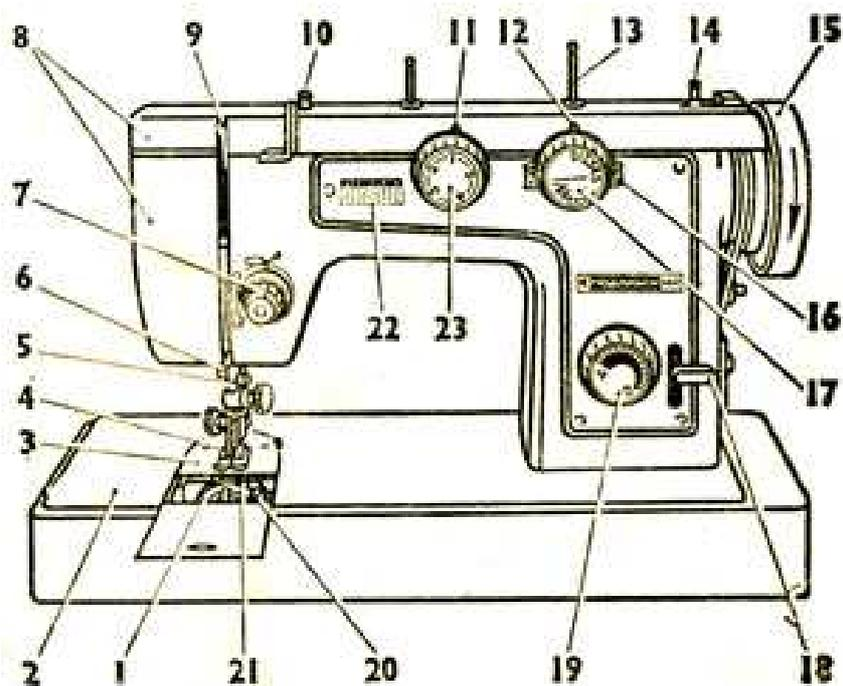

Рис. 7.1. Детали швейной машины:
Элементы управления и составные части швейной машины приведены на рис. 7.1.
1. Поворотом маховика на себя рычаг нитепритягивателя 9 и игловодитель 5 установите в крайнее верхнее положение (см. рис. 7.1).
2. Убедитесь, что плоская сторона колбы на игле повернута в сторону стержня прижимной лапки 4 (см. рис. 7.1).
4. Поставьте катушку с нитками на стержень для катушки 13 (см. рис. 7.1).
6. Откройте задвижную пластину 3 (см. рис. 7.1).
Задание 1. Ознакомьтесь с устройством швейной машины (см. рис. 7.1, записать перечень важнейших деталей и устройств в тетрадь. Указать основные рабочие органы швейной машины, отыскать месторасположение основных рабочих органов и механизмов на швейной машине.